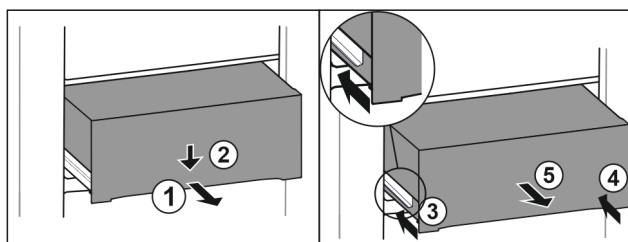

Fig. 233
- Estrarre il cassetto a metà. *Fig. 233 (1)*
- Premere il cassetto sul lato anteriore verso il basso. *Fig. 233 (2)*
- Spingere la guida sinistra di circa 2 cm verso l'interno. *Fig. 233 (3)*
- Spingere la guida destra di circa 2 cm verso l'interno. *Fig. 233 (4)*
- Rimuovere il cassetto tirandolo in avanti. *Fig. 233 (5)*